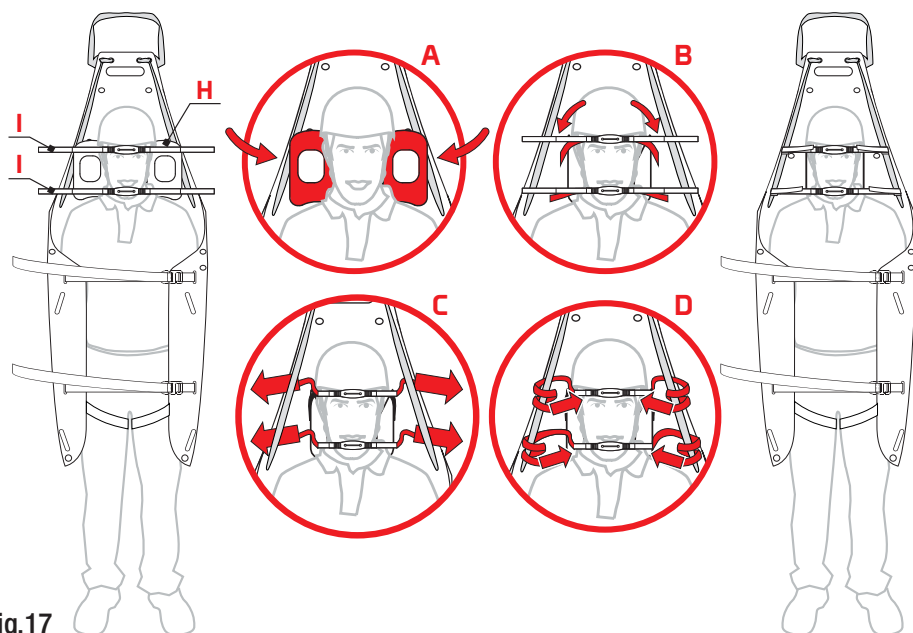

Fig.17
- a) fixer les mentonnières (I) au cale-tête HRP (H) à l'aide de la bande velcro (fig. 17),
- b) enrouler le velcro des mentonnières (I) sur la corde ou sur la sangle (E) et le faire adhérer sur lui-même (fig. 17).